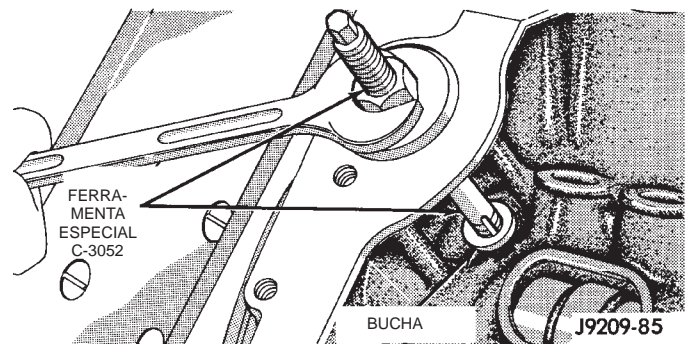

Fig. 43 Remoção da Bucha do Eixo Propulsor do Distribuidor
(1) Remova o distribuidor, consulte o Grupo 8D, "Sistema de Ignição" para obter o procedimento adequado.
(2) Remova o coletor de admissão (consulte o Grupo 11, "Sistema do Escapamento e Coletor de Admissão").
(3) Insira a Ferramenta do Extrator de Bucha do Eixo Propulsor do Distribuidor C-3052 na bucha velha e rosqueie para baixo até que fique bem ajustada. (Fig. 43)
(4) Segure o parafuso do extrator e aperte a porca do extrator até que a bucha seja removida.